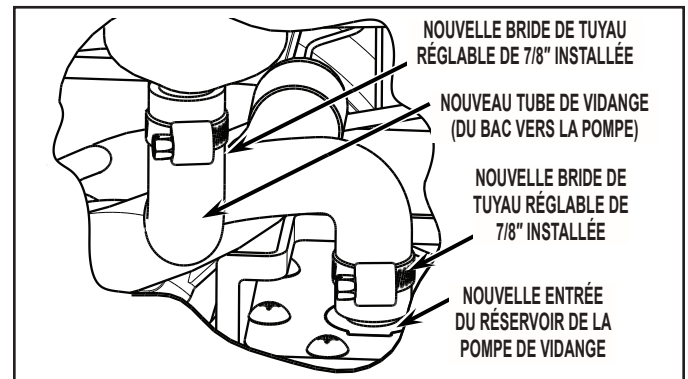

FIGURE 4
3. Installer un nouveau tube de vidange sur l'entrée du réservoir de la pompe de vidange en utilisant de nouvelles brides réglables. Voir Figure 4.
8. Raccorder le tuyau de vidange à la sortie (5/8" de diamètre interne) du bac de la machine à glaçons à l'aide la bride de 7/8" fournie. Voir *Figure 4*.